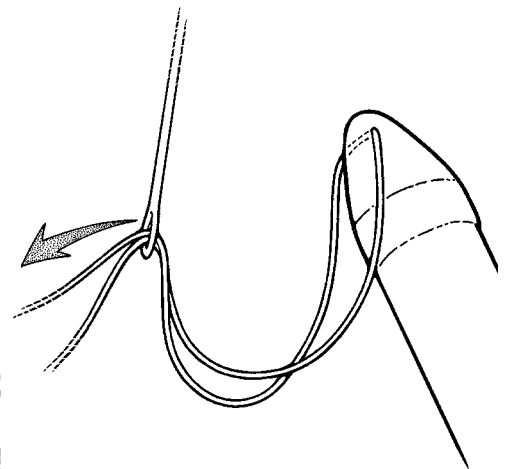

Figura 4-12. Inserción de la sutura de tracción en la aguja de Keith
3. Retire el obturador a la posición “retraída” o “bloqueada”. Pase ambos extremos de la sutura de tracción de los cilindros (aproximadamente 10 cm) a través del ojo de una aguja de Keith con forma de relámpago (**Figura 4-12**).